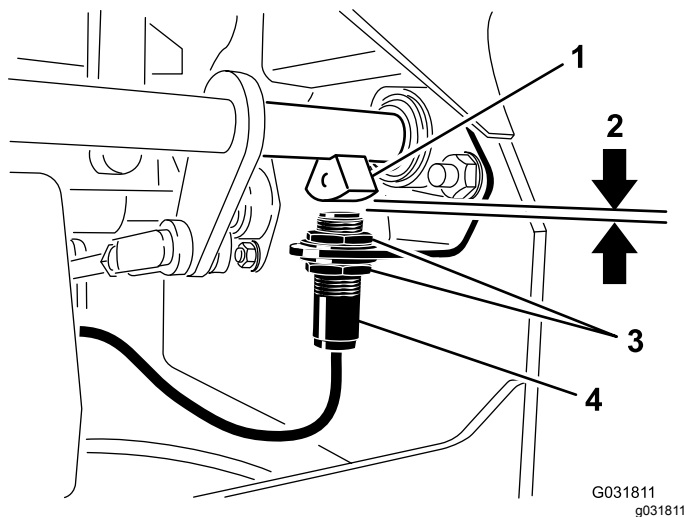

Figura 80
4. Mueva el interruptor hacia arriba o hacia abajo en el soporte hasta que la distancia entre el sensor del eje del freno y el émbolo del interruptor sea de 4 mm (5/32") como se muestra en (Figura 80).